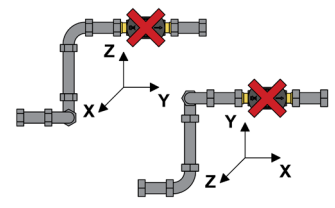

Fig.4
4. No colocar el caudalímetro inmediatamente en sucesión de una doble curva orientada en dos planos diferentes (**Fig.4**).